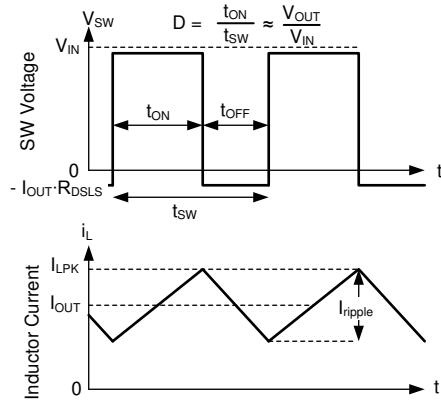

图 7-14. 连续导通模式 (CCM) 下的 SW 电压和电感器电流波形
LMR36506 的以下运行说明涉及 节 7.2 和 图 7-14 中的波形。在 CCM 中，LMR36506 以变化的占空比 (D) 导通内部高侧 (HS) 和低侧 (LS) 开关，从而提供稳定的输出电压。在 HS 开关导通期间，SW 引脚电压  $V_{SW}$  摆动至大约  $V_{IN}$ ，电感器电流  $I_L$  以线性斜率增加。HS 开关由控制逻辑关闭。在 HS 开关关闭时间  $t_{OFF}$ ，LS 开关打开。电感器电流通过 LS 开关放电，这会强制  $V_{SW}$  通过 LS 开关两端的压降摆动到地电位以下。转换器环路调节占空比以保持恒定的输出电压。D 由 HS 开关在开关周期内的导通时间定义：